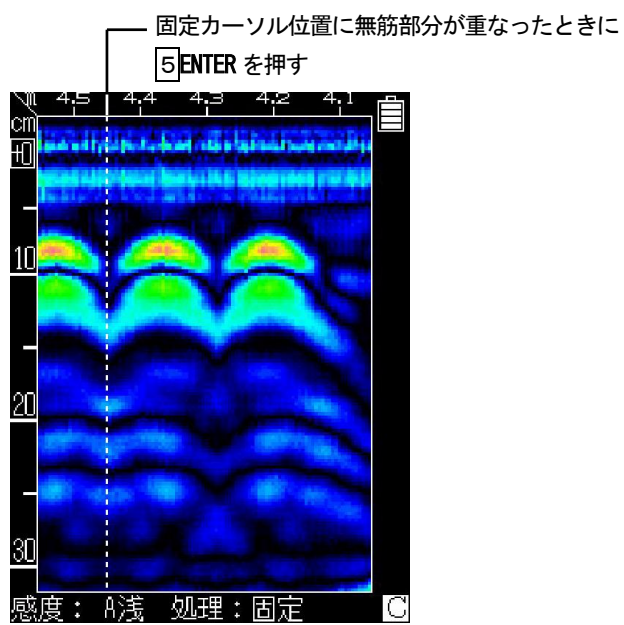

図3-15 リアルタイムマニュアル表面波処理の実施
- Bモード表示の固定カーソル位置(図3-15参照)は、本器の後端部を示しており、測定中の鉄筋位置判読に利用することもできます。